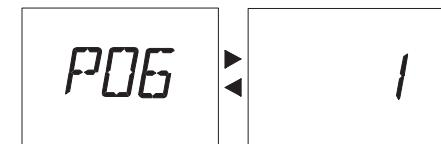

Рис. 27
- 7 На ЖК-дисплее параметр **P06** чередуется с **1** (Рис. 27).